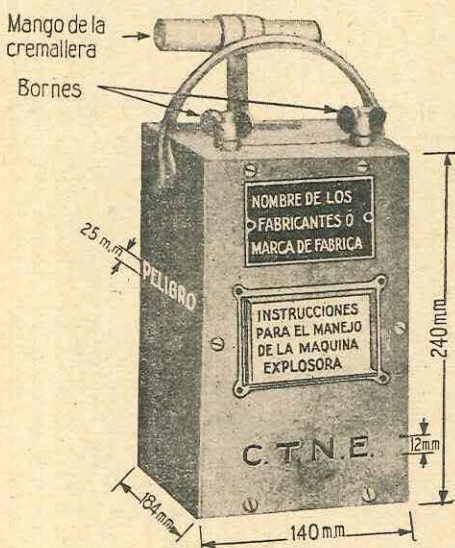

Fig. 1
- 9.—*Máquina explosora.* Solamente se empleará un tipo de máquina reglamentario (fig. 1). Esta será de las de tipo de cremallera que se baja por presión brusca sobre la empuñadura exterior en que termina. Al llegar a la parte más baja de su carrera oprime un resorte que tiene por objeto lanzar la corriente